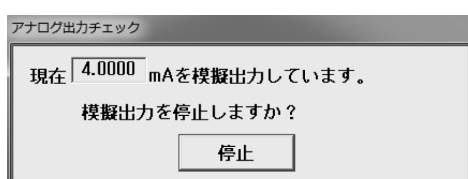

図54
- ④ ③で「OK」ボタンをクリックすると設定したアナログ値が出力されます。この模擬出力値の出力中は図54のようなメッセージボックスが表示されます。出力を停止させる場合は「停止」ボタンをクリックします。